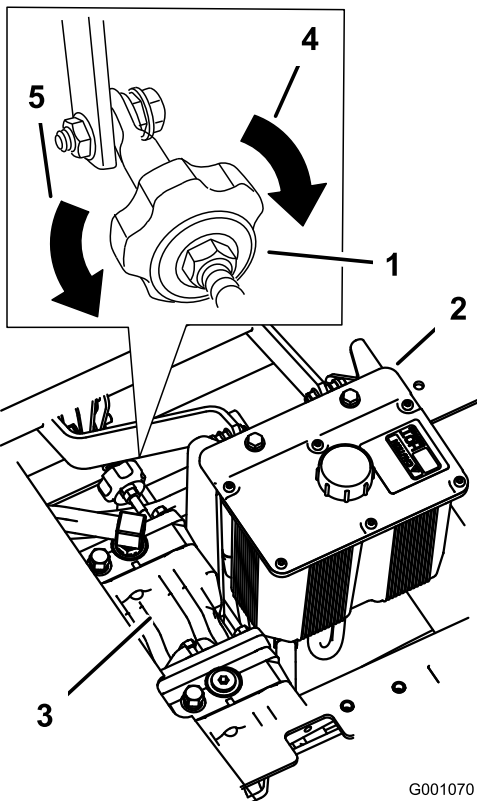

Figure 77
4. Pour que la machine tire à droite, tournez le bouton vers la droite de la machine ; voir Figure 77.
5. Pour que la machine tire à gauche, tournez le bouton vers la gauche de la machine ; voir Figure 77.